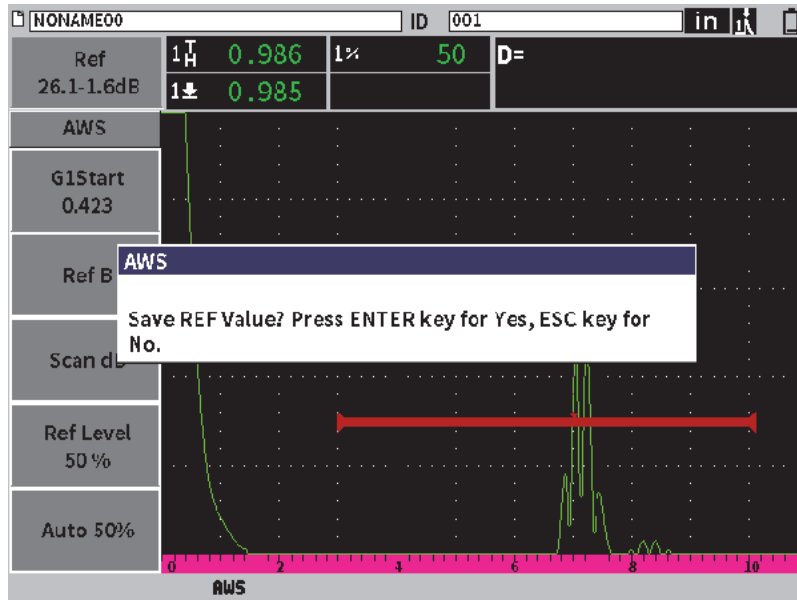

Рис. 11-26 Диалоговое окно AWS Опорн. В
9. Нажмите клавишу Tab, чтобы выделить **Опорн. В**, затем нажмите клавишу Enter, чтобы установить значение **Опорн. В** для начала контроля AWS (см. Рис. 11-26 на стр 211).